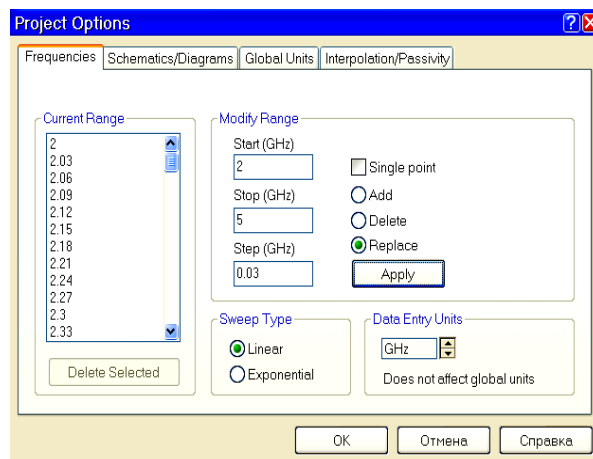

Рис. 4.33
- Откройте вкладку **Frequencies**. Введите **2** в поле **Start**, **5** в поле **Stop**, **0.03** в поле **Step**. Отметьте **Replace** и нажмите **Apply**. Диапазон частот отображается в окне списка **Current Range**, как показано на рис.4.33.